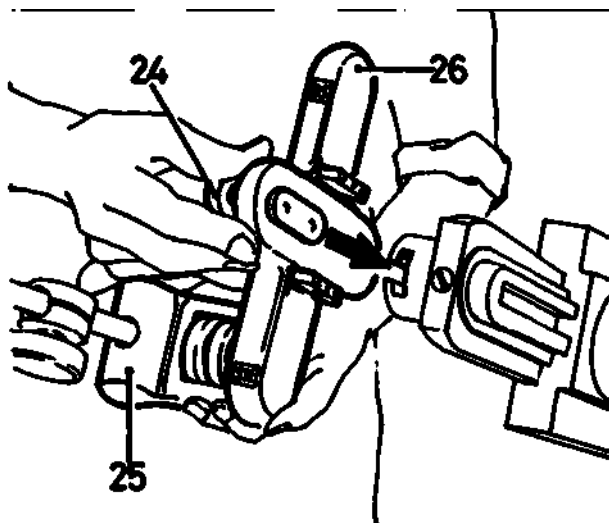
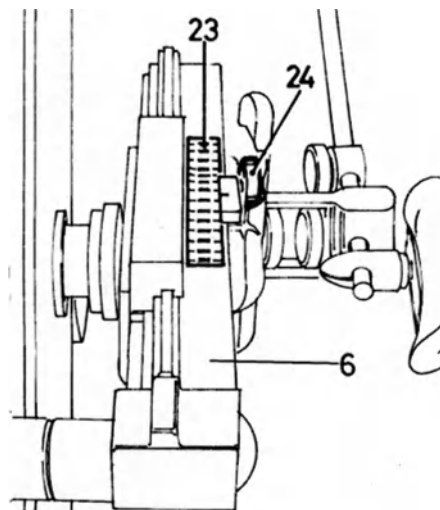

Рис. 3
Рис. 4
- Вставьте направляющую аксессуара в паз механической руки (рис. 3). Зафиксируйте аксессуар в положении, соответствующем длине плечевой кости. Для этого совместите метку аксессуара с соответствующим значением шкалы 23 и затяните фиксатор 24 (рис.4)
- Убедитесь, что аксессуар отрегулирован для реабилитации правого (R) или левого (L) плеча, реабилитацию которого вы собираетесь проводить, убедившись, что правая или левая часть основания 25, соответствует той же части вертикальной пластины 26. Убедитесь, что стержень поддержки руки (29) находится в прямолинейном положении. В
□□Отметьте на шкале (23) “механической руки” (6) значение в сантиметрах, соответствующее измеренной длине плечевой кости. Ослабьте фиксатор (24), установите аксессуар в правильное положение и снова затяните фиксатор (24) (рисунок 4).